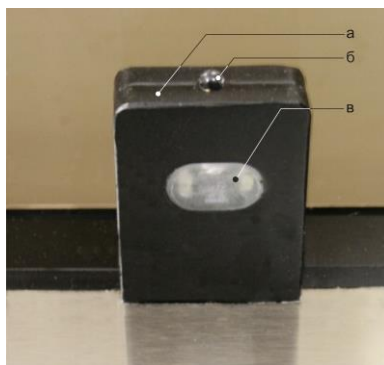
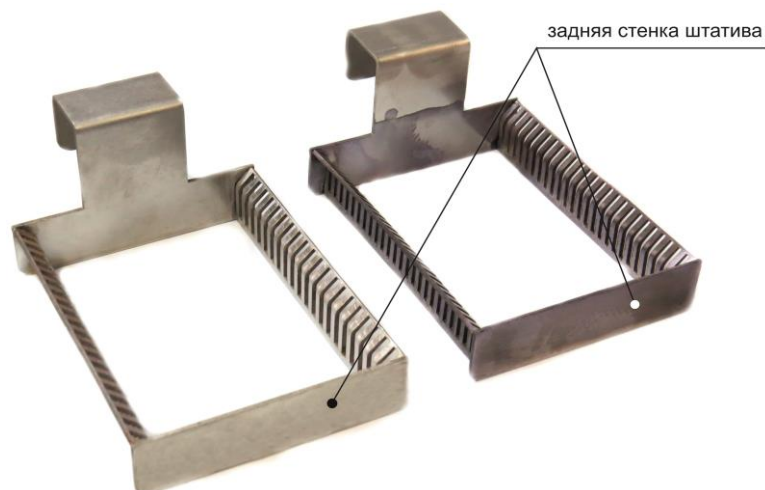

Рисунок 23. Внешний вид датчика присутствия со световой индикацией.
Рисунок 27. Задняя стенка штатива.
Состояние станций также отображается на датчиках присутствия со световой индикацией. (Рисунок 23).
8.5. Периодически рекомендуется очищать спиртовым раствором заднюю стенку штатива от следов красителей (Рисунок 27). Так как в процессе длительных окрасок в едких веществах может окраситься сам штатив, что негативно влияет на обнаружение его датчиками присутствия, в которых установлена чувствительная электроника. (Рисунок 23.)